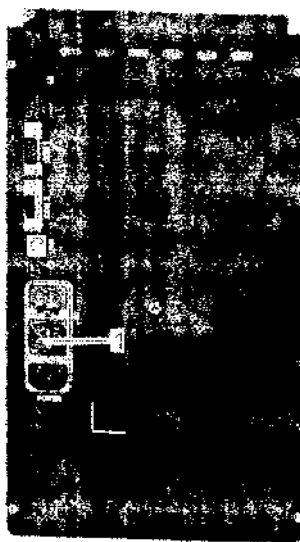

Рис. 27: Включение прибора
1. Включить прибор с помощью выключателя вкл./выкл. На задней стенке прибора (рис. 27/1).